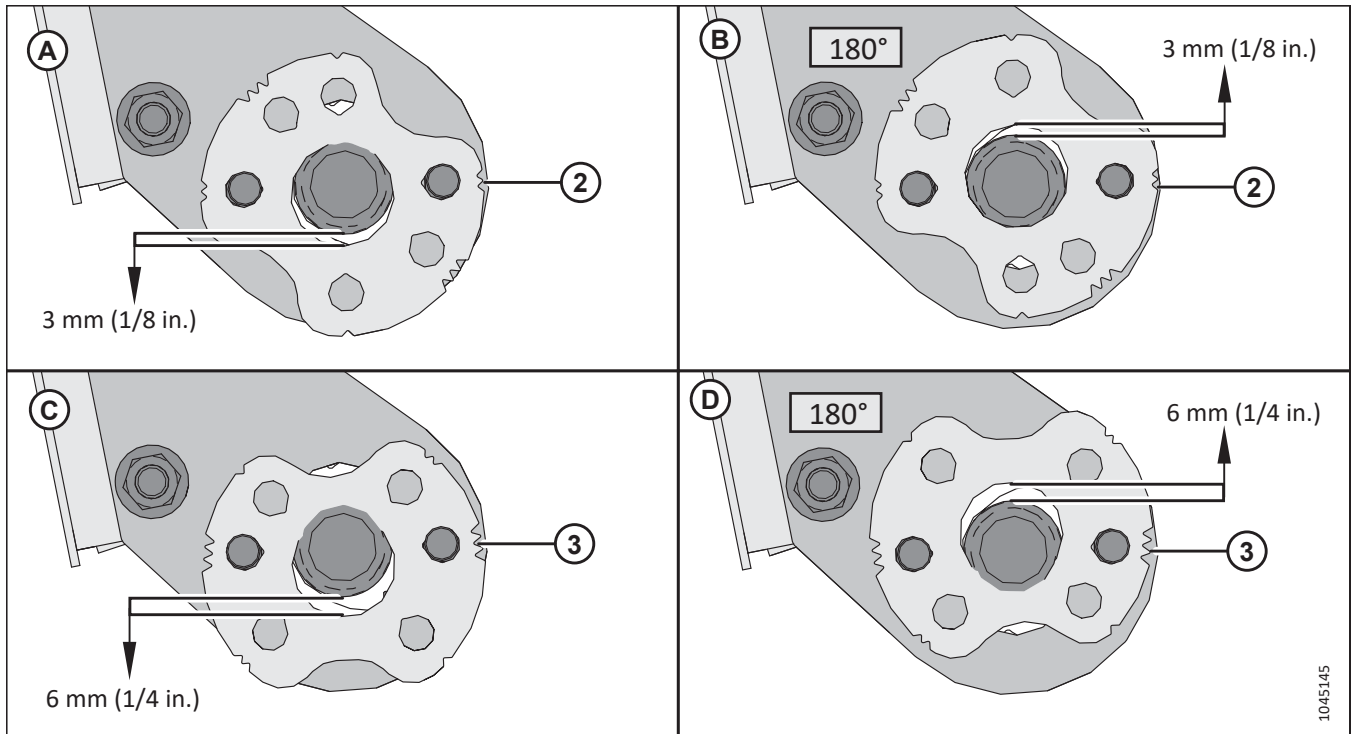

Рисунок 3.90: Положение регулировочных пластин AF11
10. **Комбайны AF11:** Если требуется регулировка, запомните положение стопорных штифтов относительно центрального отверстия регулировочных пластин, отверните гайки (C) и измените положение регулировочных пластин (A) по необходимости. См. рис. 3.90, страница 83.